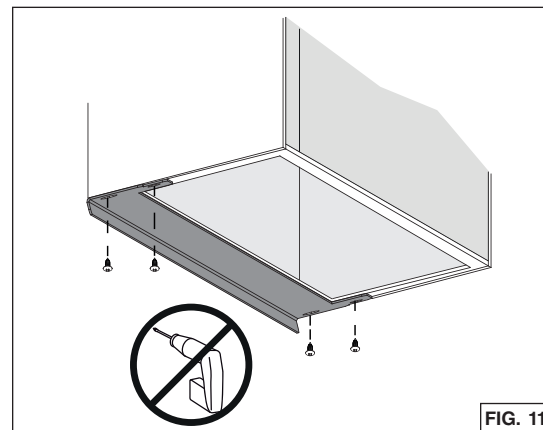

FIG. 11
7. Cintas protectoras, en 3 formatos diferentes, están incluidas con estos aparatos. Están diseñadas para gabinetes de hasta 13 pulg. de profundidad. Se ofrece un otro juego de 4 cintas protectoras para gabinetes de hasta 15 pulg. de profundidad (para BBN1243SS: HADTBN24, para BBN1303SS: HADTBN30). Elegir la cinta que puede cubrir el borde trasero del gabinete. Usar 4 tornillos para madera de cabeza redondeada n° 6 x 3/4 pulg. (incluidos) para sujetarla (FIG. 11).